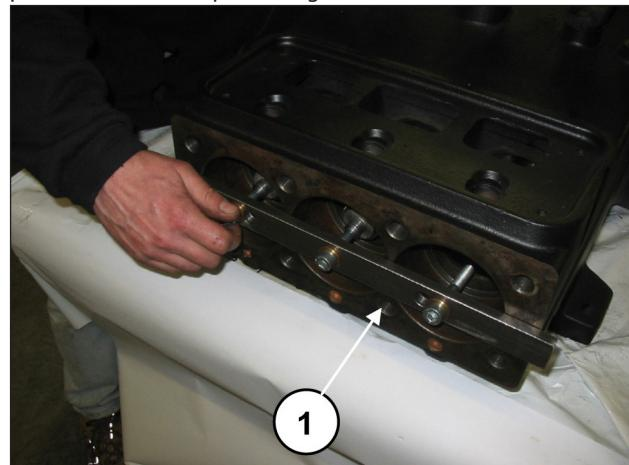
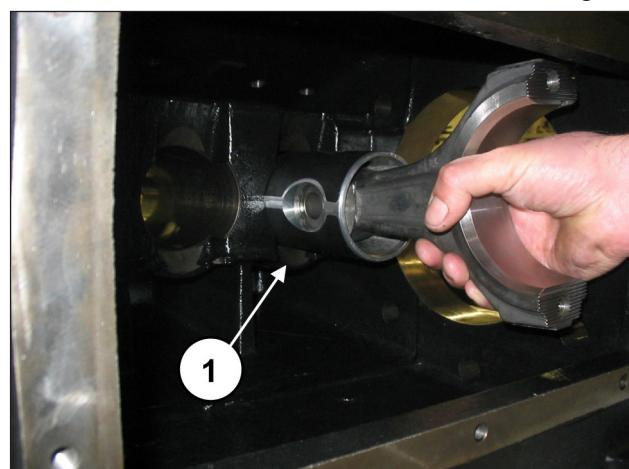

Fig. 31
Fig. 32
Aflojar los tornillos de la herramienta cód. 27566200 para desbloquear las bielas (pos. ①, Fig. 31) y, a continuación, extraer los grupos biela-guía del pistón por la abertura posterior del cárter (pos. ①, Fig. 32).
Comprobar que el cárter esté limpio e introducir el grupo semibiela-guía pistón dentro de las levas del cárter (pos. ①, Fig. 32).
Bloquear los tres grupos con la herramienta cód. 27566200, (pos. ①, Fig. 31).
27566200, (pos. ①, Fig. 31).